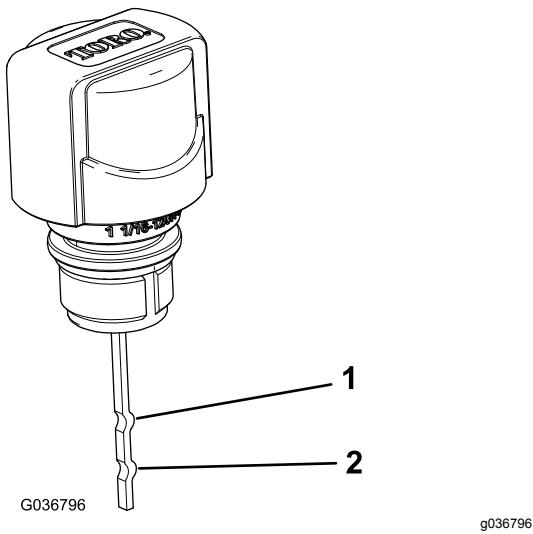

Figura 21
**Nota:** Il livello del fluido deve essere tra il limite superiore e il limite inferiore sull'asta di livello (Figura 21).